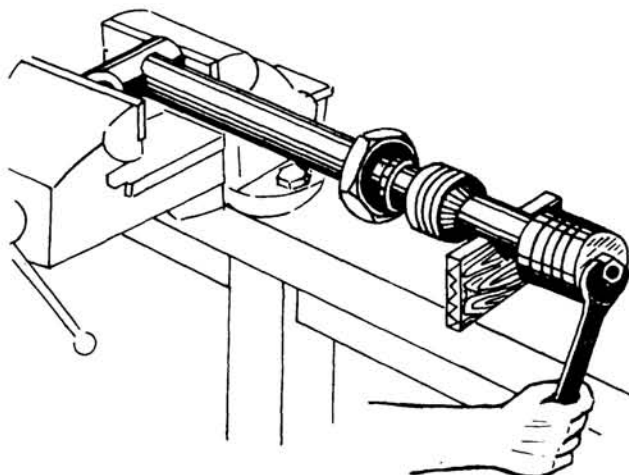

Fig. 5
- f Instale la tuerca y aseg6rela (fig. 5).